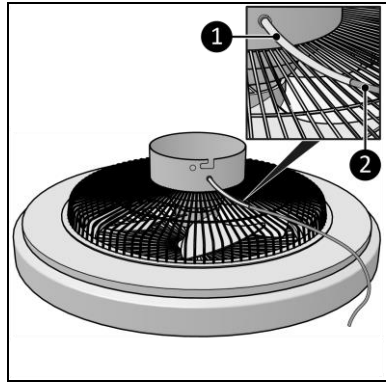

Abbildung 7
1. Platzieren Sie das Ende des Verlängerungskabels (Abbildung 7, Pos. 2) durch die Schutzhülle, (Abbildung 7, Pos. 1) durch das Loch des Ventilatorfußes.